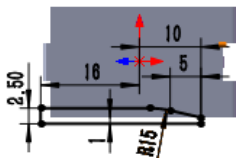

图 14.4.22 横断面草图
② 定义横断面草图。在草图环境中绘制图 14.4.22 所示的横断面草图。
(3) 定义切除深度属性。在“切除—拉伸”对话框 **方向1** 区域的  下拉列表中选择 **给定深度** 选项，选中 ☒ **与厚度相等(L)** 复选框与 ☒ **正交切除(N)** 复选框。其他选择默认设置值。
(4) 单击  按钮，完成切除—拉伸 3 的创建。